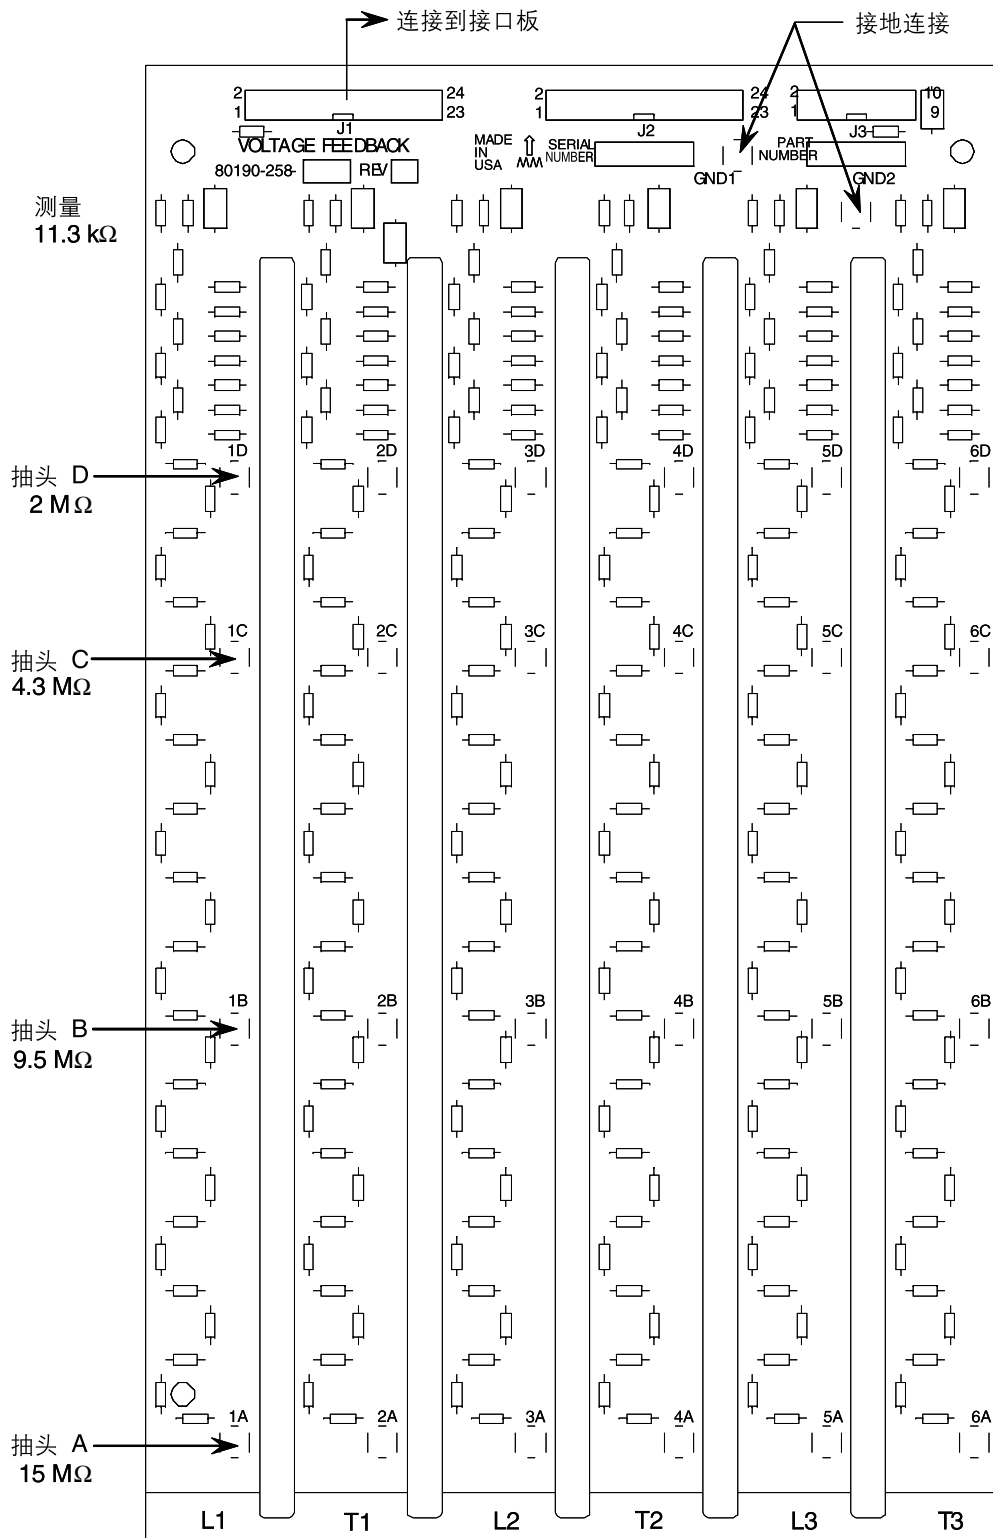

图9.20-电压传感板
3. 如果缓冲器和公用电阻测量值在公差范围内，则检查电压传感模块的电阻(参阅图9.20)。按下定位锁销，然后轻轻拔出连接器，可以从J1上移去带式连接器。注意白色高电压接线连接到哪个抽头，然后移去它们(L1,T1,L2,T2,L3,T3)。测量每个抽头和接地线之间的电阻，然后与图9.20中的数值比较。